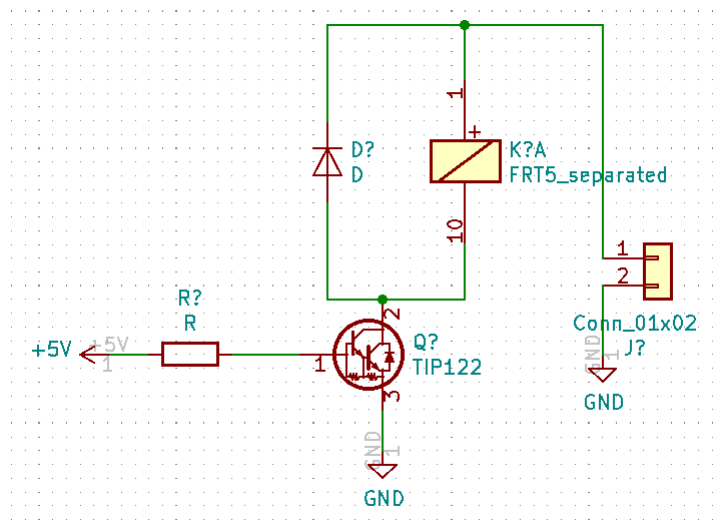

Figura 1: Circuito variable.
1. Arma el circuito que se muestra en la figura 1, donde al darle un pulso a la base del transistor con ayuda del arduino se permitirá el paso de corriente, el cual aporta 5V de salida. El relevador usado en la figura 1 es uno industrial de 24V.